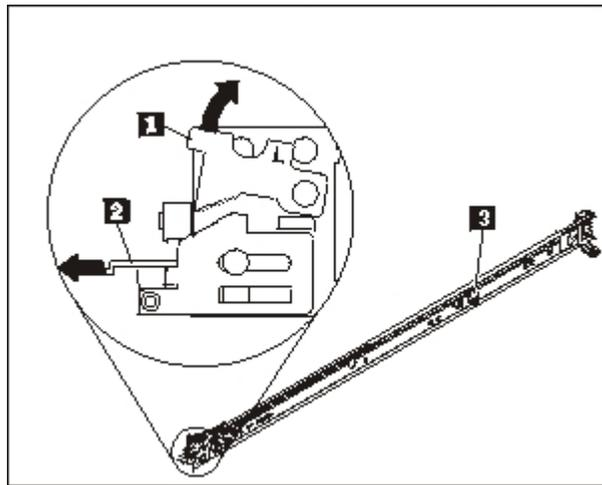

Abbildung 6. Ansicht der Schienen
1. Öffnen Sie die Verriegelungen an der Vorderseite der Schienen. Sehen Sie sich dazu Abb. 6 an.